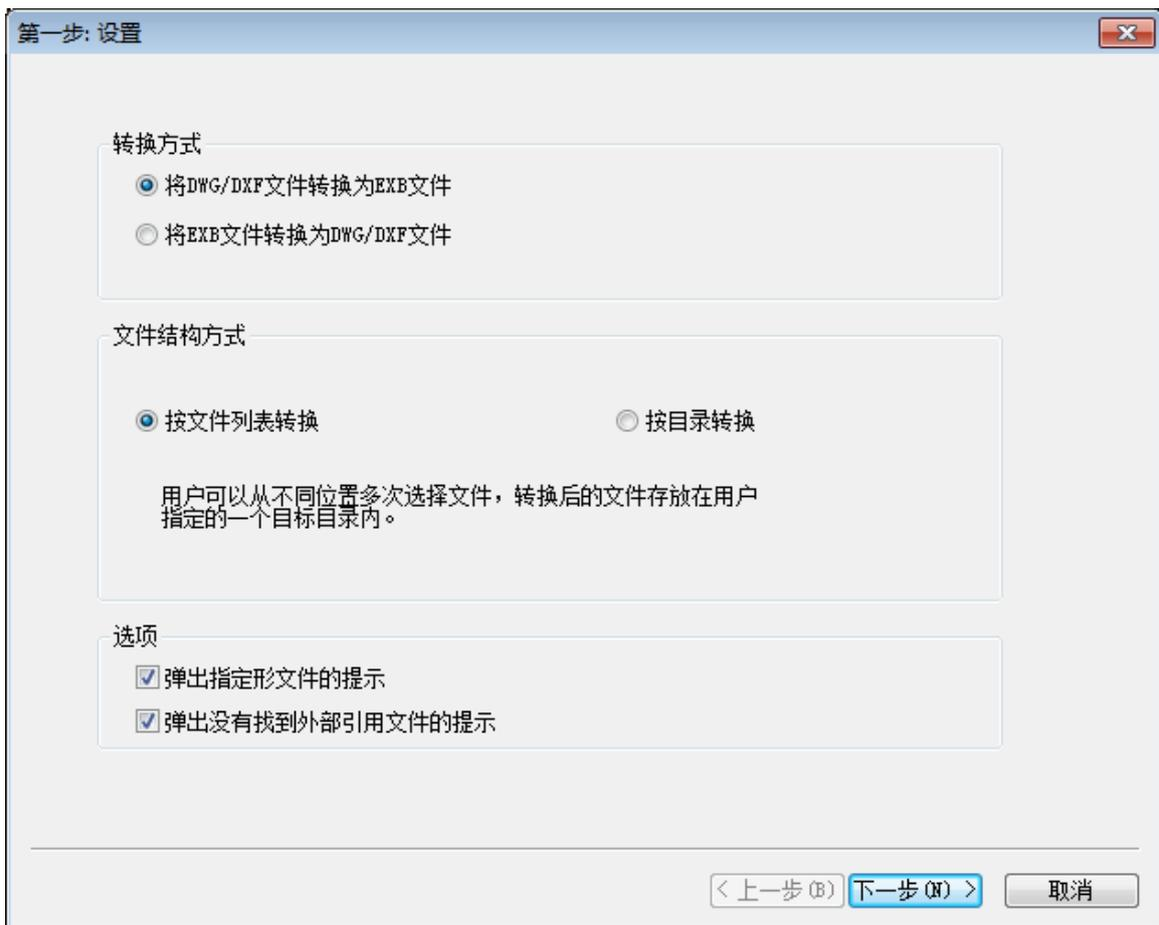

图 9-18 DWG 批转换器
【批量转换器（设置）】对话框如图 9-18 所示：
1) 转换方式：在图 9-18 对话框中可以选择【将 DWG/DXF 文件转换为 EXB 文件】或【将 EXB 文件转换为 DWG/DXF 文件】。